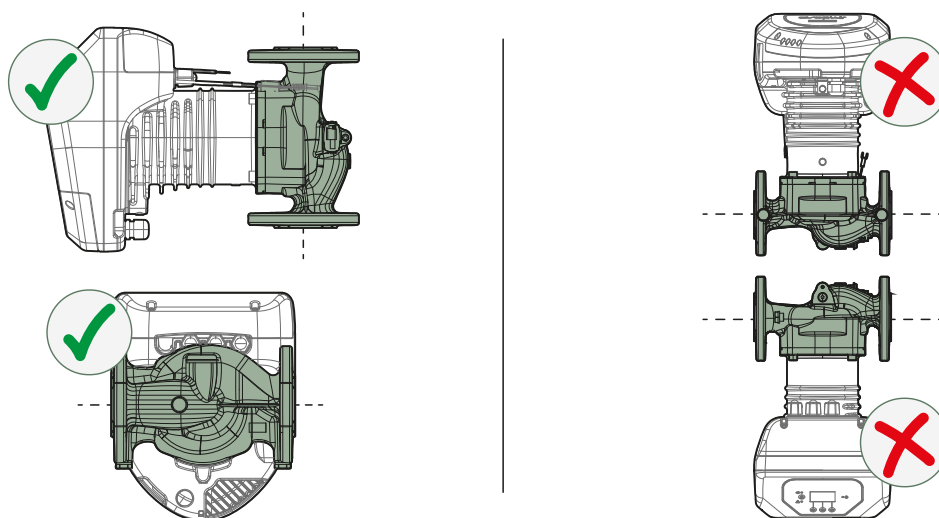

Figure 4
- Le circulateur doit toujours être monté avec l'arbre moteur en position horizontale, comme dans Figure 4